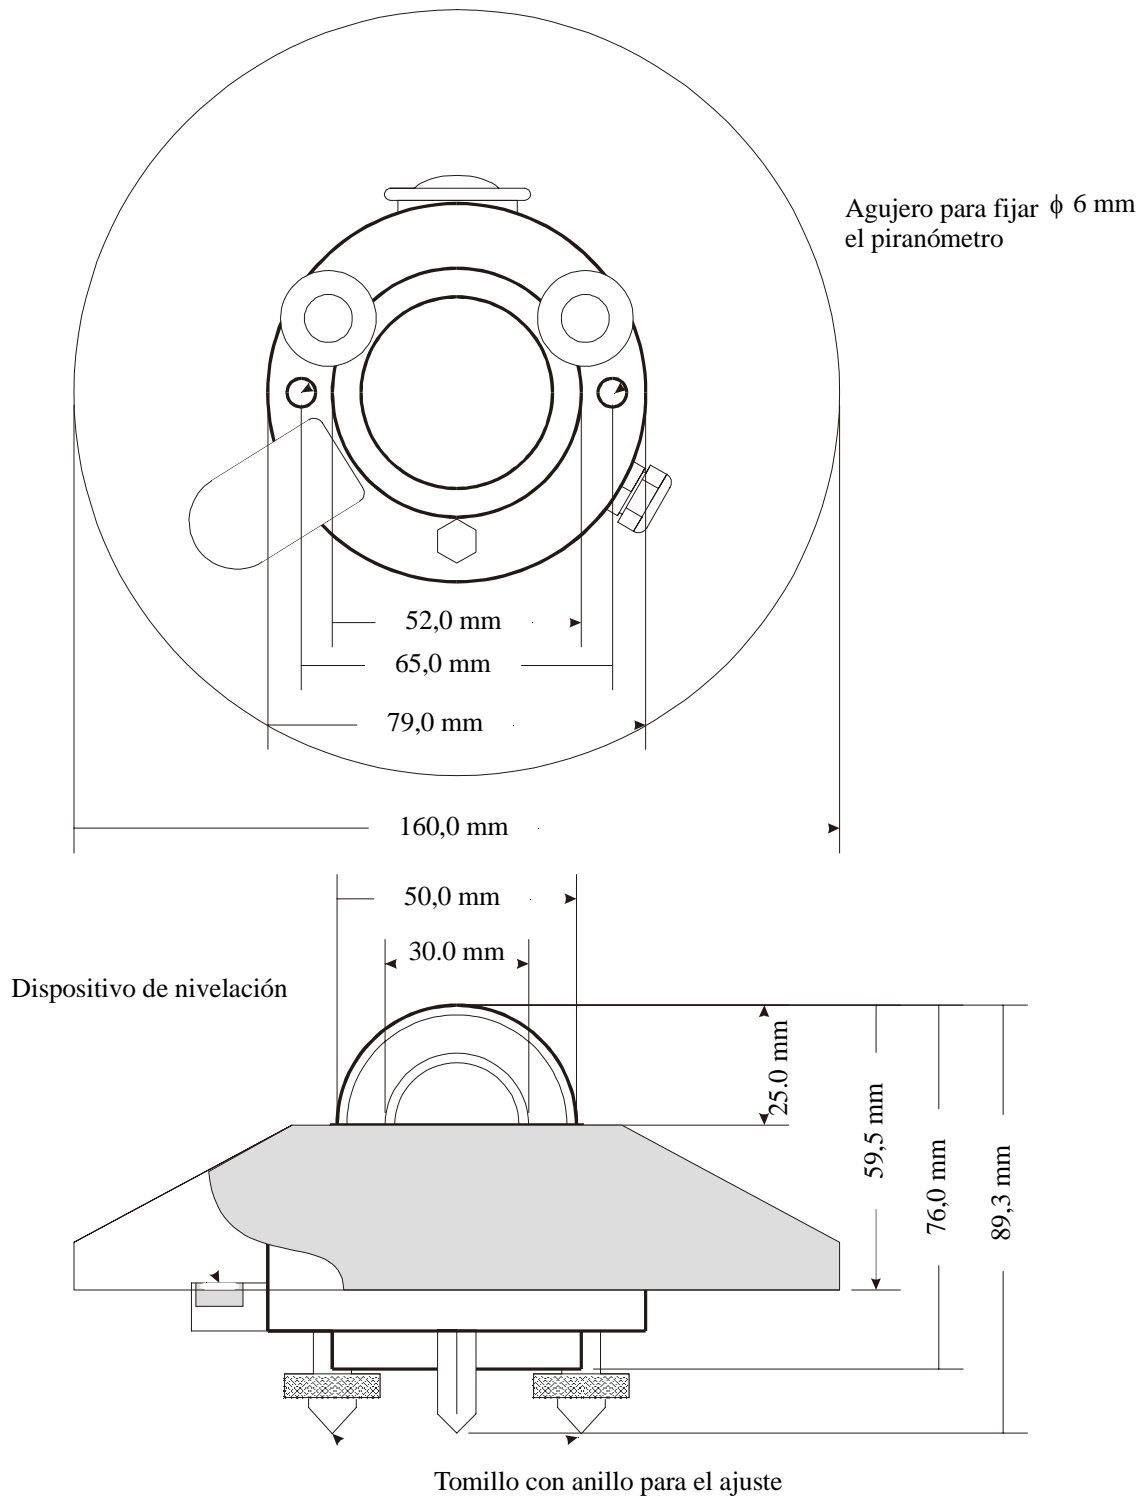

Fig 2
- Para que LP PYRA 02 pueda ser correctamente posicionado sobre la superficie horizontal, el instrumento está equipado con dispositivos de nivelación integrados; la posición del instrumento se regula mediante dos tornillos con anillos para el ajuste, que permiten variar la inclinación del piranómetro. El piranómetro puede ser fijado al plano horizontal utilizando dos agujeros, con diámetro de 6mm y distancia entre ellos de 65mm. Para localizar los dos agujeros, quitar la pantalla de protección y volverla a poner al final del montaje (véase fig.2).